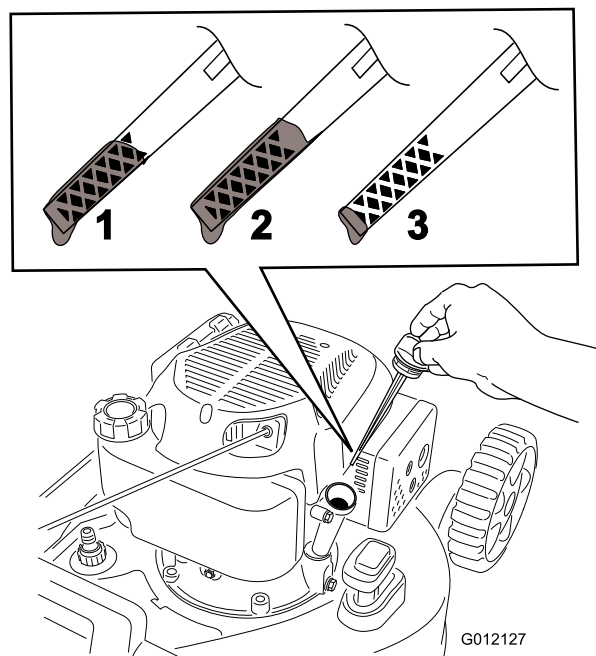

Figura 11
2. Togliete l'asta di livello (Figura 11).
5. Rimuovete l'asta e controllate il livello dell'olio sull'asta (Figura 11).